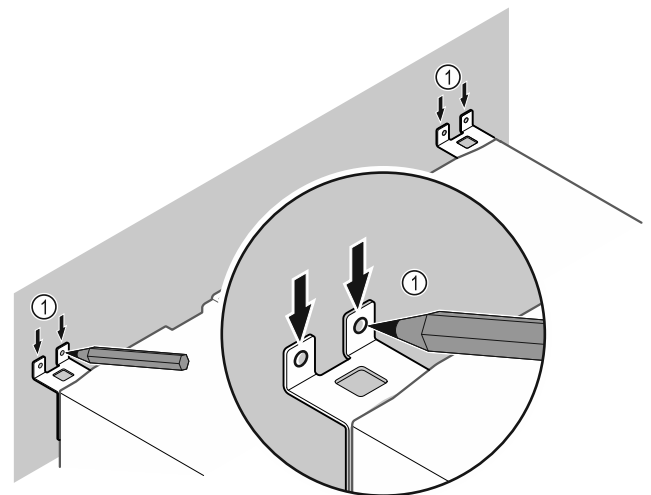

Fig. 9
- ▶ Κάντε σημάδια στον τοίχο Fig. 9 (1).